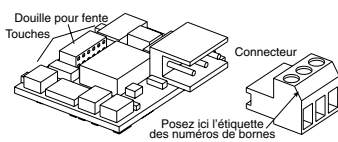

Figure 3 — Retirez le connecteur avant d'installer le module.
*F3 図 3 - モジュールを取り付ける前に、コネクタを切断します。